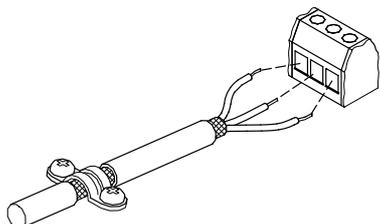

Fig. 16 Câble dénudé avec blindage et connexion fils
- Le blindage des câbles doit être correctement connecté à la masse aux deux extrémités. Le blindage doit être le plus proche possible des bornes, fig. 16.